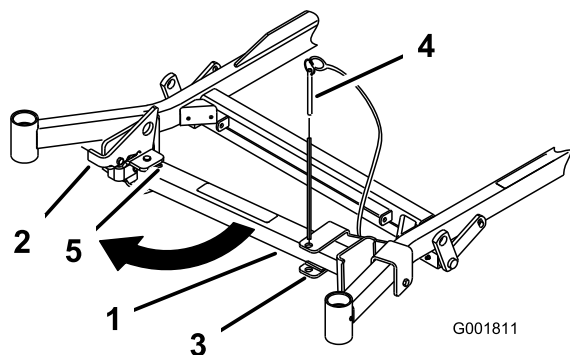
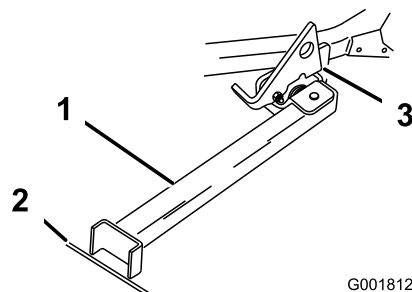

Figure 34
Figure 35
2. Retirez la goupille du support (Figure 34).
3. Soulevez le verrou. Dépliez le pied du support et poussez le support vers la machine dans la base de la fente (Figure 34 et Figure 35).
6. Posez le pied du support sur le sol et appuyez le verrou sur la languette de pivot (Figure 35).
Remarque: Pour obtenir de meilleurs résultats, placez le pied du support dans des fissures du trottoir ou du gazon (Figure 35).
8. Montez la machine sur le support. Arrêtez-vous quand le verrou retombe sur la languette en position verrouillée (Figure 35). Une fois la machine en place sur le support, serrez le frein de stationnement et coupez le moteur.
7. Ramenez le support à sa position de repos (Figure 34).